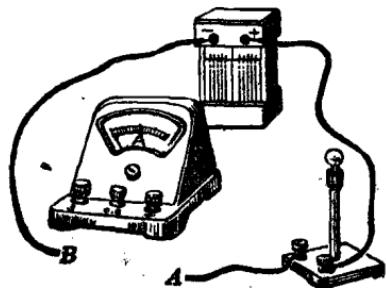

图 74
(3)在图74里, 要用安培計量度小灯泡中的电流强度, 估計电流强度大約是0.8安培左右, 那么电路的两头A、B各应当接在安培計的那个接綫柱上?